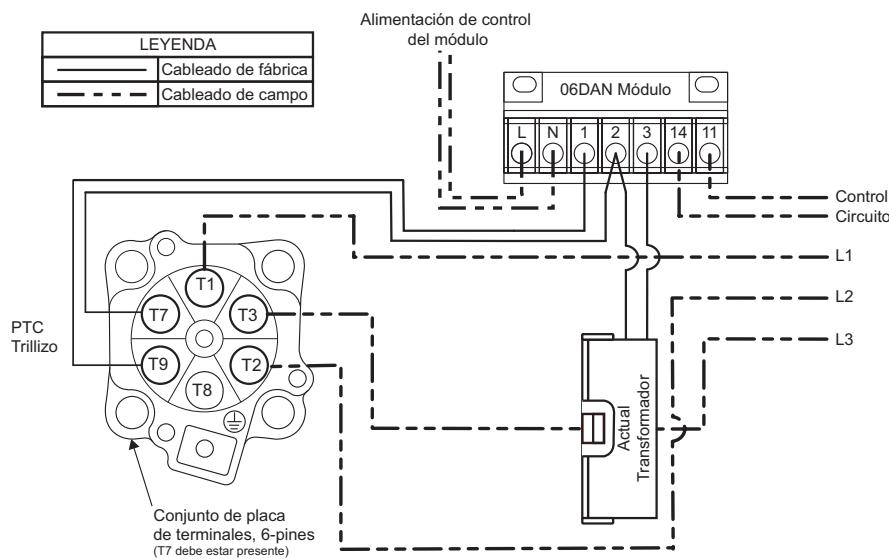

Fig. 8 — Cableado Híbrido de Sobrecarga
6 Pines (Fig. 6) 0a, 1, 2 o 3 en el Dígito 10	Sí (Fig. 8)
a. Los compresores con un "0" en el dígito 10 del modelo pueden conectarse al sistema de sobrecarga electrónico (ver Fig. 8) o a los sistemas de sobrecarga Legacy Bi-Metal (ver enlace a la Guía de Servicio de Bolsillo).